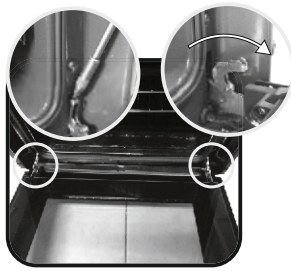

Figura 2
• Prima di iniziare l'operazione di pulizia, bloccare le cerniere come mostrato nella Figura 2. Sbloccare le cerniere una volta terminata l'operazione. (Figura 2)